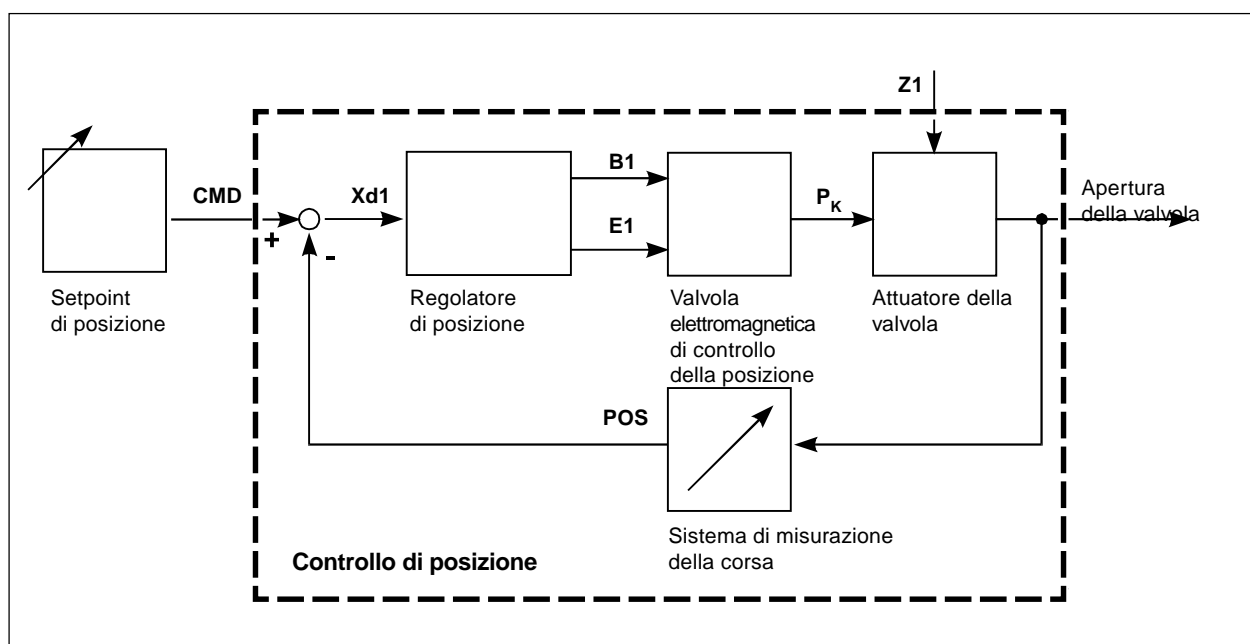

Fig. 3.6: Diagramma del controllo di posizione
3.2.1 Funzionamento del TopControl Continuo come regolatore di posizione (Fig. 3.6)
3.2.2 Utilizzo del TopControl Continuo come regolatore di processo (Fig. 3.6)